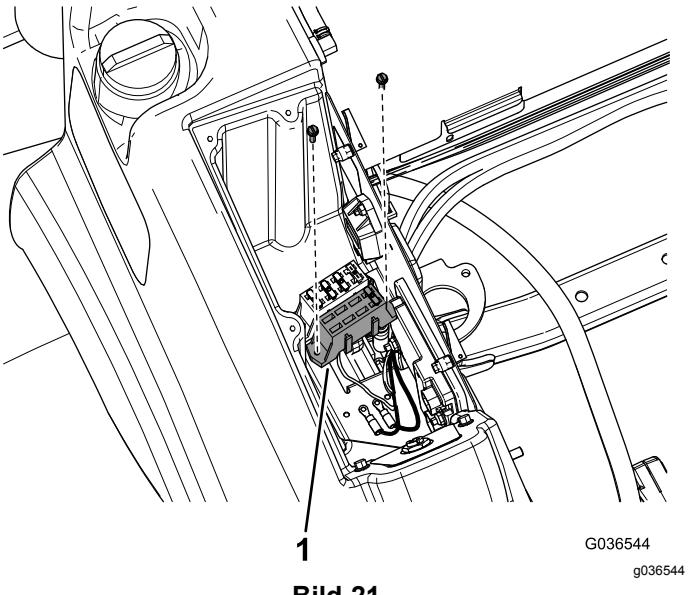

Bild 21
- Hinweis:** Wenn der Sicherungsblock keine nicht belegten Anschlüsse hat, muss ein zusätzlicher Block installiert werden (Bild 21). In den lose mitgelieferten Teilen finden Sie einen Sicherungsblock, eine Sicherung und Befestigungsmuttern und Schrauben.